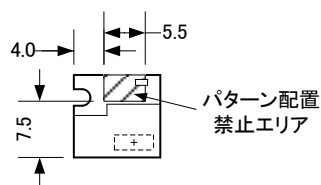

図6 IMBLE 端子配置図 (上面視)
- ・ IMBLEを取付ける基板のアンテナ直下部分は、パターンを配置しないでください。多層基板のときは内層にもパターンを配置しないでください。パターン禁止エリアは図6の通りです。